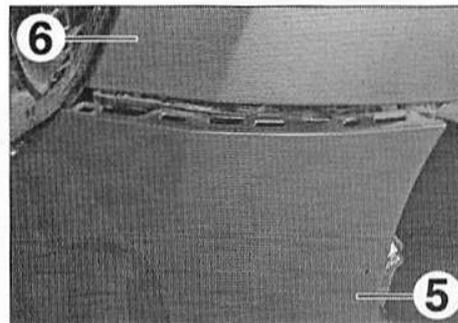

FIG.67
- Dégrafer le bouclier (5) de l'aile avant (6) (Fig.67).